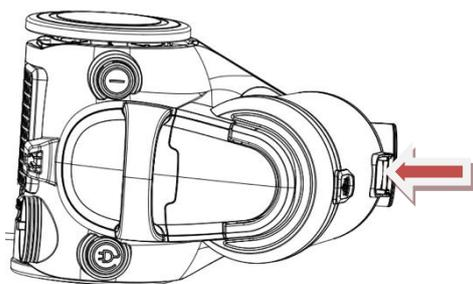

Fig.6
1. Comme sur la Fig.6, tenez le bac à poussière et la poignée et appuyez sur le bouton de déverrouillage.